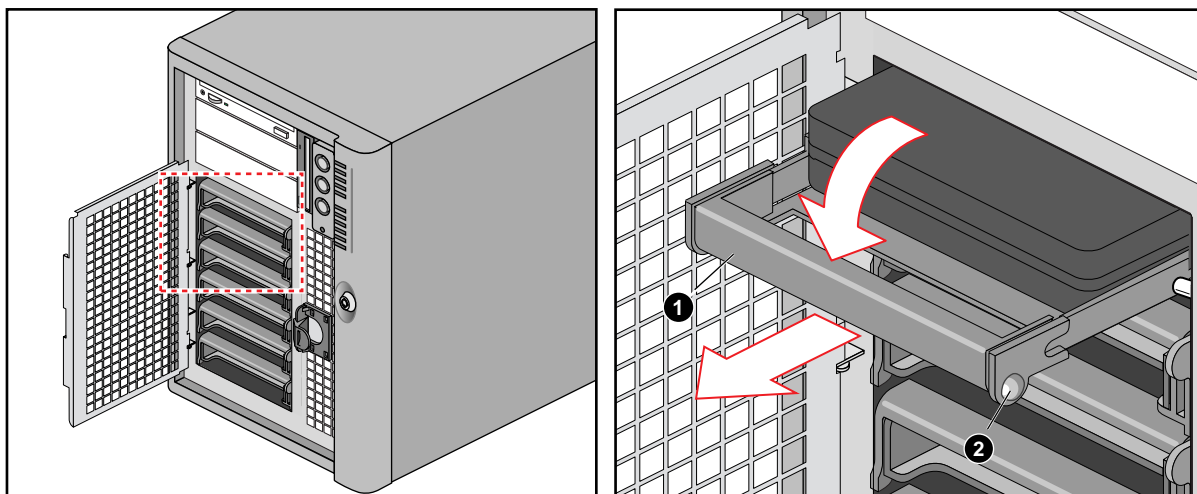

図 5-2 本体からドライブキャリアを外す
5. キャリアの右側にある丸型タブ (図 5-2 の引き出し線 2) を左方向に (ドライブの中央に向かって) 押し込みながら、キャリアハンドル (図 5-2 の引き出し線 1) を真下に慎重に引き下げます。キャリアをフレームに固定しているラッチが外れます。